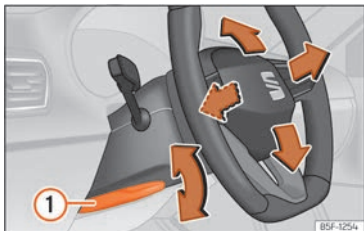

Abb. 5 Hebel auf der linken unteren Seite der Lenksäule.
• Ziehen Sie den Hebel »» **Abb. 5** ① nach unten, bringen Sie das Lenkrad in die gewünschte Position und schieben Sie den Hebel wieder nach oben, bis er seine Verriegelungsposition erreicht.
• Den Hebel »» **Abb. 5** ① nach dem Einstellen immer fest nach oben schwenken, damit das Lenkrad während der Fahrt nicht unbeabsichtigt seine Position verändert.